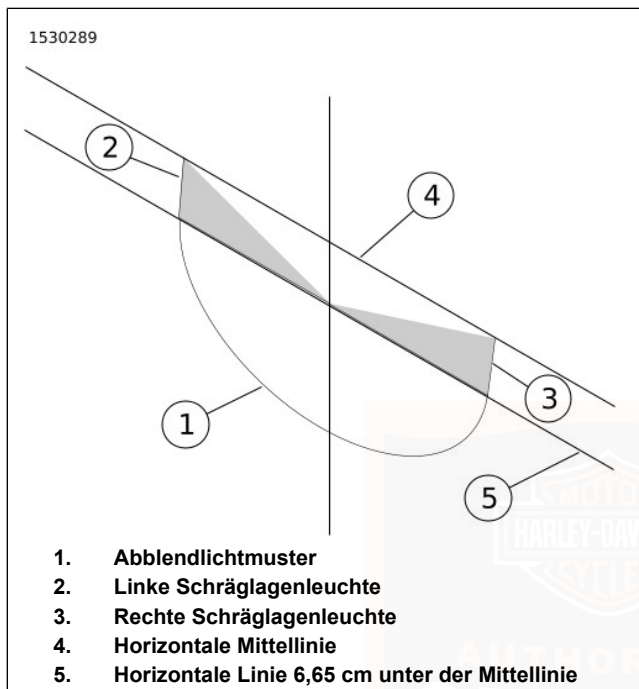

Abbildung 94. Schräglagenbeleuchtungsmuster
Siehe Abbildung 94. Wenn die Schräglagenleuchten nicht wie dargestellt ausgerichtet sind, ist eine Anpassung erforderlich.
2. Siehe Abbildung 94. Vertikale Einstellung.